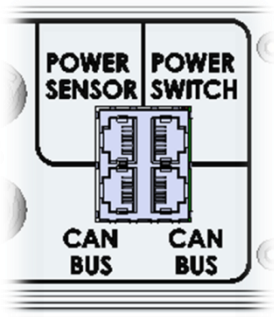

Bild 4
Wählen Sie die richtige Schnittstelle (siehe Bild. 4) und stecken Sie den Stecker in die entsprechend beschriftete RJ45-Buchse.
- 3 Verbinden Sie den Power Sensor über das Patchkabel mit dem Inverter an der RJ 45-Schnittstelle „Power Sensor“ (siehe Bild 4).